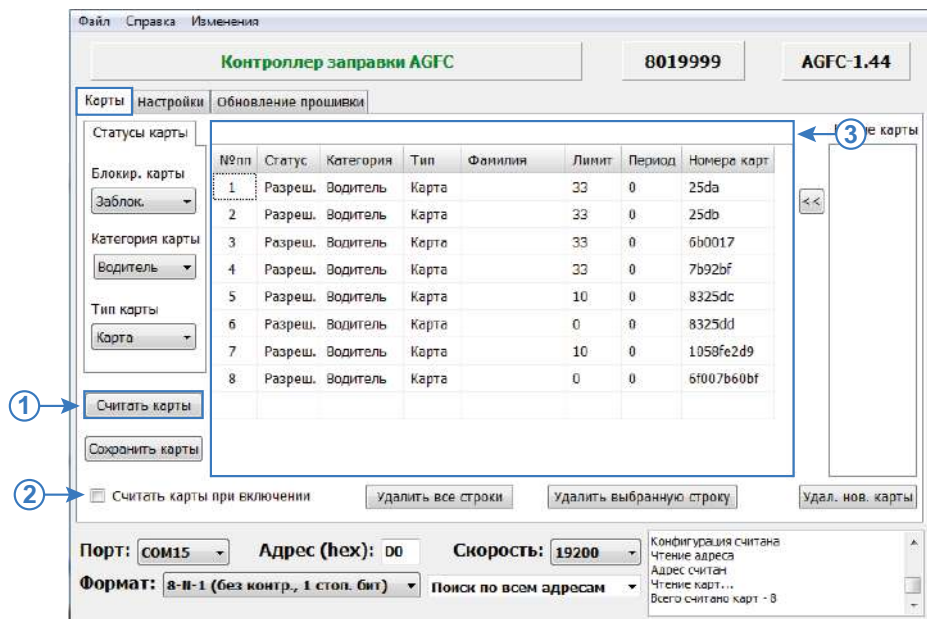

Рис.4. Считывание списка карт из устройства.
- Перейти на вкладку «Карты» и нажать кнопку «Считать карты» (Рис.4, п.1).
- Также может быть настроено автоматическое считывание списка карт при чтении конфигурации устройства. Для этого нужно установить галочку напротив опции «Считать карты при включении» (Рис.4, п.2).
- Список карт устройства отобразится на вкладке «Карты» в виде таблицы (Рис.4, п.3). Формат, в котором считываются номера карт в программу, определяется настройкой «Формат вывода номера карт», записанной в ТПК. Данная настройка задается на вкладке «Настройки» программы «AGFCConf».